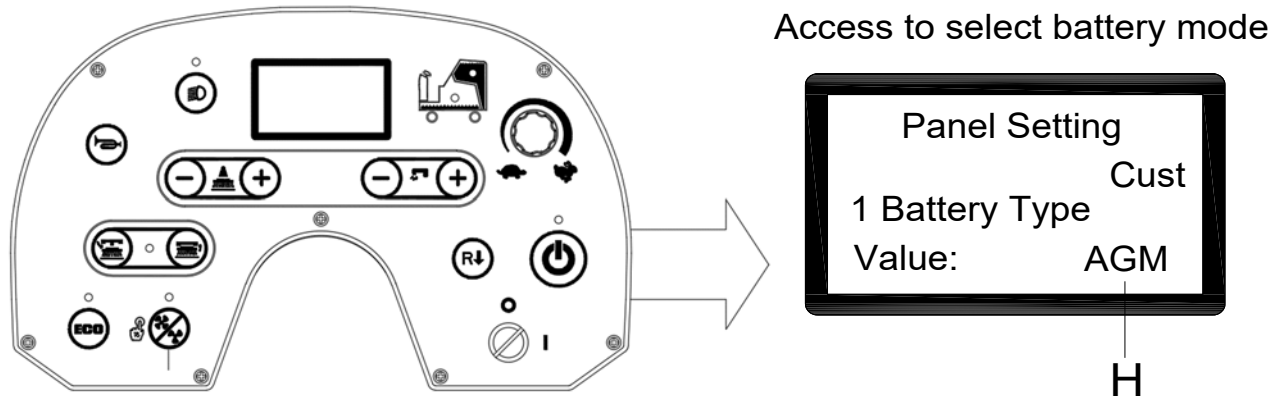

Figure 6
1. Appuyer simultanément sur le bouton d'écoulement d'eau « - »(A, Figure 6) et « + »(B, Figure 6).
2. Insérer la clé de contact (C, Figure 6) et la tourner sur « I ».
3. Après plusieurs secondes, entrer dans l'écran de sélection du mode de batterie (Figure 6).
4. Appuyer sur le bouton d'écoulement d'eau « - » (A, Figure 6) et « + » (B, Figure 6) pour sélectionner le mode batterie (H, Figure 6).
5. 3 secondes plus tard, « Mise à jour OK » s'affiche ce qui signifie que le réglage est réussi. Redémarrer la machine. (C, Figure 6).